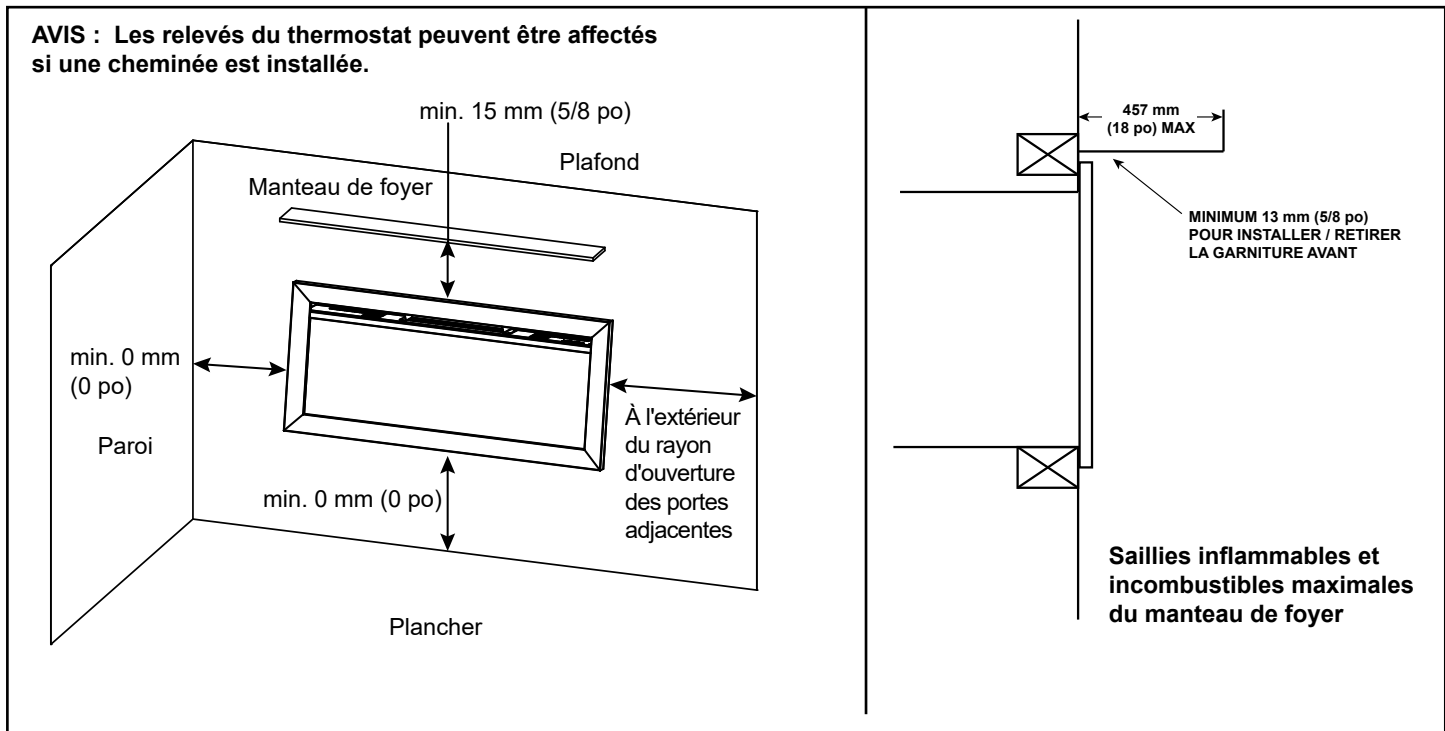

Figure 3.2 Emplacement et exigences des dégagements
- Voir les figures 3.2 et 3.3 pour déterminer l'emplacement d'installation de l'appareil.
Voir la figure 3.2.